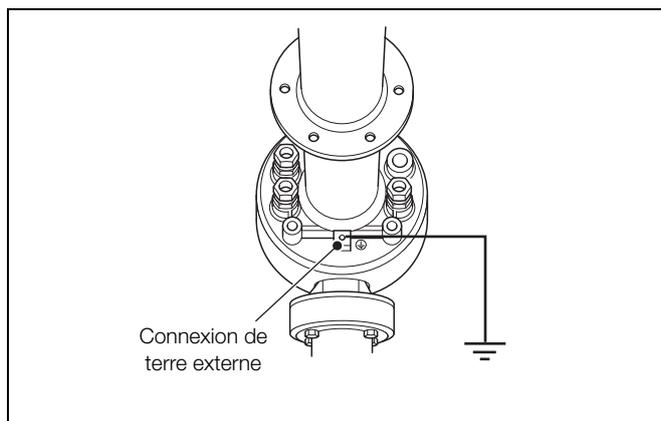

Fig. 5.1 Connexion de terre externe de la sonde
- La sonde **doit** être reliée à la masse locale par la connexion de terre externe ; voir la figure 5.1.